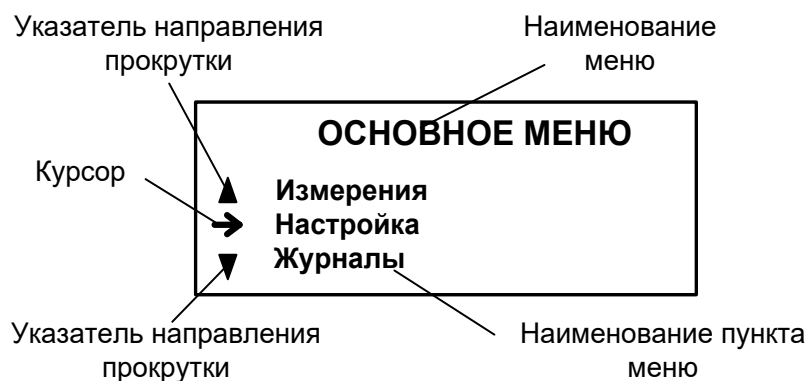

Рис.1. Вид основного меню.
1.1.1. Основное меню (рис.1) имеет неизменный состав. Состав и структура подменю и окон, а также возможности модификации установочных параметров определяются режимом работы расходомера.
1.1.3. Индикация на дисплее состоит из наименования меню (окна), располагающегося неподвижно в первой строке дисплея жидкокристаллического индикатора (ЖКИ), и наименований пунктов меню (параметров), которые могут смещаться вверх или вниз (рис.1).
- 1.1.5. Одновременно на дисплее может индицироваться не более 3-х строк (пунктов меню, параметров из списка). Поэтому в начале первой и последней строк пунктов (параметров) могут располагаться указатели направления прокрутки в виде треугольников (рис.1), вершины которых направлены в стороны возможного перемещения курсора по строкам (пунктам меню, параметрам).